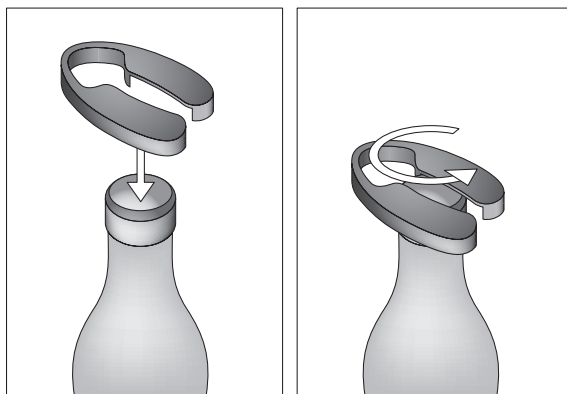

Fig. 2
- 1 Sortez le coupe-capsule ❶ de son compartiment situé dans la station de recharge.
- 2 Pour découper la bague en plastique placée au-dessus du bouchon de la bouteille : placez le coupe-capsule ❶ sur la bouteille de vin fermée tel que cela est indiqué à la figure 2. Appuyez fermement dessus avec le pouce et l'index en même temps. Maintenez fermement la bouteille de vin d'une main pour qu'elle ne puisse pas tomber.